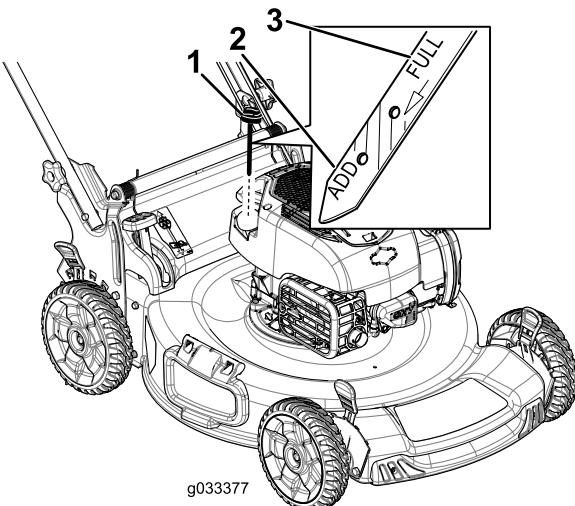

Рисунок 14
- Выньте щуп для измерения уровня, протрите его, и затем вставьте на полную глубину (Рисунок 14).
3. Выньте щуп и проверьте уровень масла (Рисунок 14). Если уровень масла ниже отметки **Add (Добавить)** на масломерном щупе, медленно заливайте масло в маслозаливной патрубок, чтобы поднять уровень масла до метки **Full (Заполнено)** на масломерном щупе. Не допускайте переполнения.